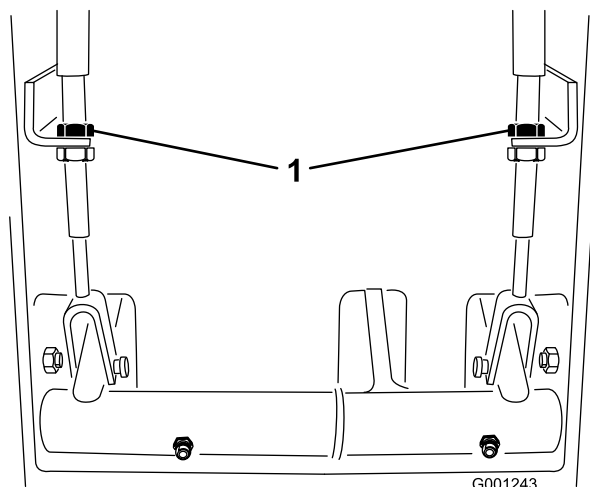

Figura 63
2. Para reduzir a folga dos pedais dos travões, aperte os travões desapertando a porca dianteira que se encontra na extremidade rosca do cabo dos travões (Figura 63). Em seguida, aperte a porca traseira para deslocar o cabo para trás até que os pedais dos travões tenham uma folga de 13 a 25 mm.